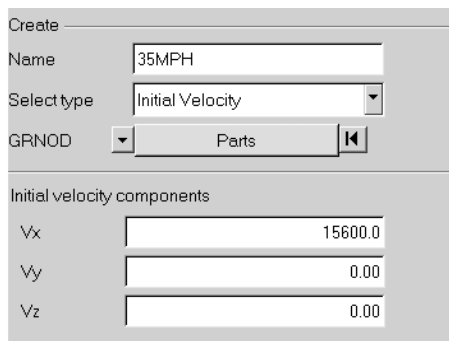

图 8-44 定义初始速度
- (1) 在 Utility 标签选择 BCs Manager。
- (2) 在 Name 栏中输入 35MPH, 设置 Select type 为 Initial Velocity, 并设置 GRNOD 为 Parts
- (3) 单击 Parts 按钮, 选择整个模型。
- (4) 设置 V_x 为 15600, 如图 8-44 所示。